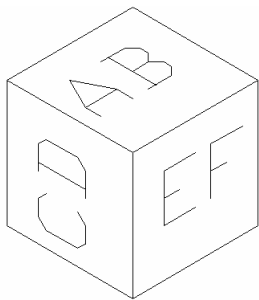

图 15.1 在立体图上输入文字
本案例主要介绍如何在立体图上输入文字，如图 15.1 所示。
(7) 用 HIDE 命令消除隐藏线，得到最终的效果（见图 15.1）。